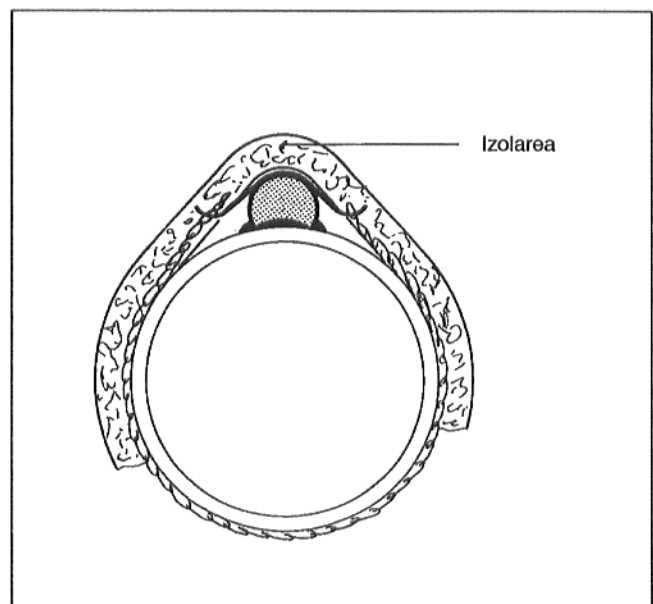

Fig. 3
5. Pentru prevenirea răcirii senzorul de contact al temperaturii se va izola cu un material de izolare de cel puțin 20 cm lungime (Fig. 3).